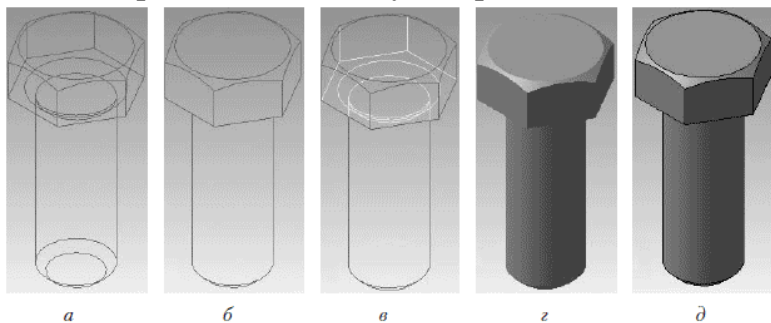

Рис. 1.21. Способы отображения трехмерных моделей: каркас (а), без невидимых линий (б), невидимые линии тонкие (в), полутоновое (г), полутоновое с каркасом (д)
- Каркас – изображение формируется проецированием контуров моделей на экран (рис. 1.21, а).
модели, которые невидимы в действительности, на экране не отображаются (рис. 1.21, б).
- Невидимые линии тонкие – модель показана в виде каркаса, при этом линии невидимого контура рисуются более светлыми, чем линии видимой части каркаса (рис. 1.21, в).
- Полутоновое – способ отображения, учитывающий цвет и другие оптические характеристики модели (блеск, зеркальность, прозрачность и т. п.) (рис. 1.21, г).
- Полутоновое с каркасом – то же, что и полутоновое, только видимые линии каркаса выделяются черным цветом (рис. 1.21, д). Эта команда работает только при полутоновом отображении моделей, то есть ее вызов при любом из каркасных отображений ни к чему не приведет.